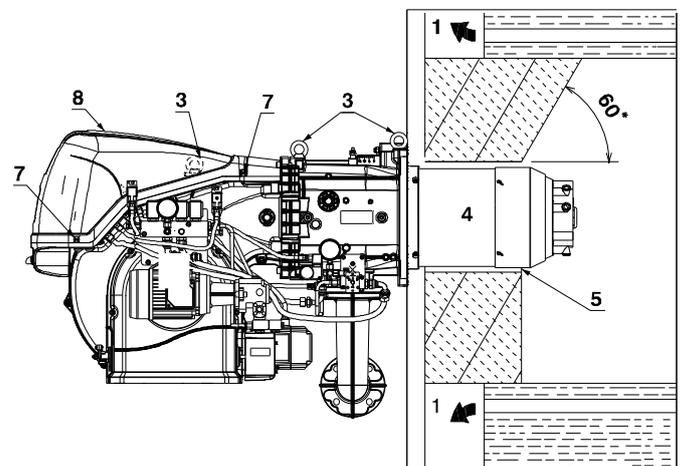

Fig. 16
Per le caldaie con giro dei fumi anteriore 1)(Fig. 16), o con camera ad inversione di fiamma, eseguire una protezione in materiale refrattario 5), tra refrattario caldaia 2)-5)(Fig. 16), e boccaglio 4).
Per le caldaie con il frontale raffreddato ad acqua non è necessario il rivestimento refrattario 2)-5)(Fig. 16), se non vi è espressa richiesta del costruttore della caldaia.
Predisporre un adeguato sistema di sollevamento agganciandosi agli anelli 3)(Fig. 16), dopo aver tolto le viti 7) di fissaggio del cofano 8).
- Infilare la protezione termica data a corredo sul boccaglio 4)(Fig. 16).